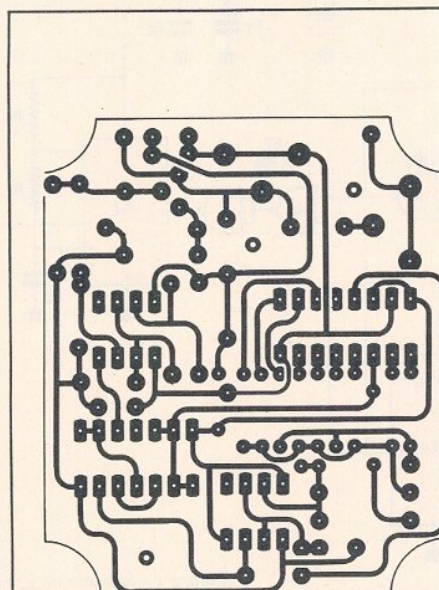

Figure 3
Les éléments du montage ont été rassemblés sur un circuit imprimé de faibles dimensions en rapport avec celles du boîtier. Ce circuit, un simple face, est donné à l'échelle 1 à la figure 3. L'implantation des composants est donnée à la figure 4. Lors du câblage on commencera par les composants les moins fragiles : straps (4), résistances, condensateurs diodes etc... On pourra ou non utiliser des supports pour les circuits intégrés. Néanmoins l'emploi de ceux-ci pourra faciliter les réglages